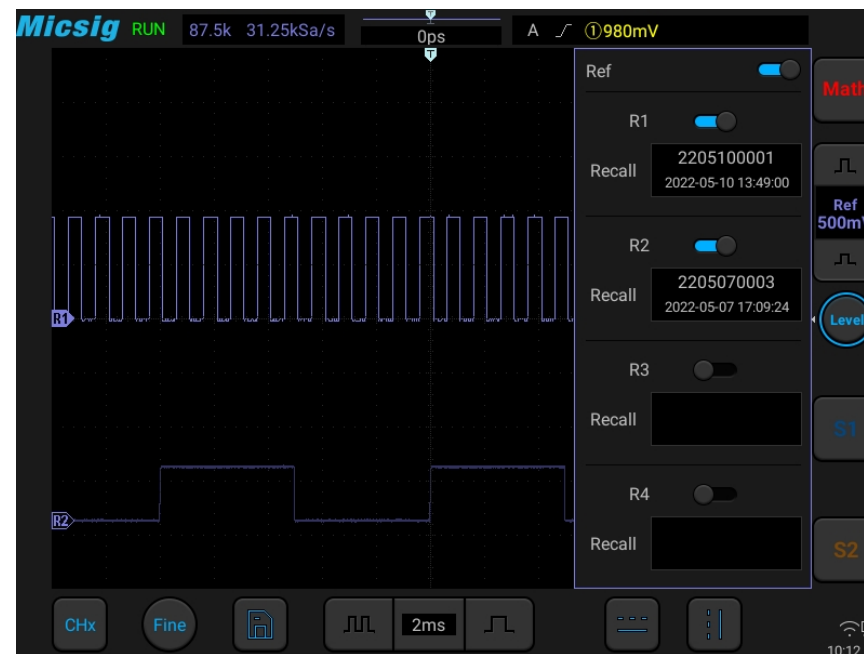

Abbildung 9-6 Referenzkanalmenü
- 3) Klicken Sie auf den Namen der Referenzwellenformdatei, die aufgerufen werden soll. Die Datei wird in den Kanal R1 geladen. Anschließend wird der Kanal R1 als aktueller Kanalwellenformkanal aktiviert und das Symbol für den Referenzwellenformkanal  hervorgehoben. Der angezeigte Status ändert sich von „Geschlossen“ zu „Geöffnet“. Wie in Abbildung 9-6 dargestellt, wird die hellere Referenzwellenform Wellenform als aktueller Referenzkanal angezeigt.